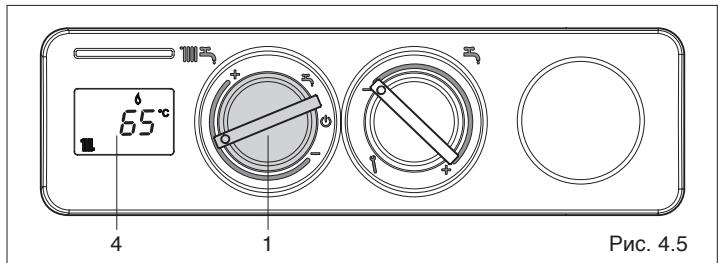
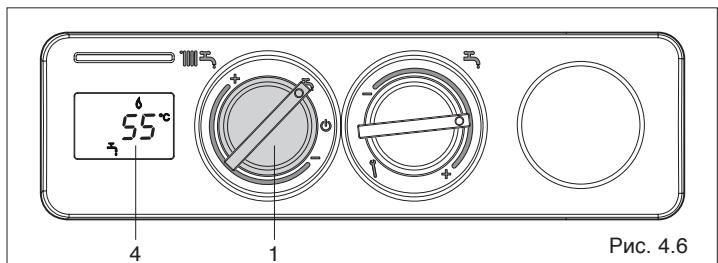

Рис. 4.5
Рис. 4.6
- **Режим «Зима»:** установите переключатель функций (1, Рис. 4.5) внутри зоны, обозначенной знаками + и -, если вы хотите, чтобы котёл работал на отопление и на ГВС. Приоритет будет у функции ГВС. При запросе на нагрев воды в бойлере на дисплее (4, Рис. 4.5) отобразится температура воды в бойлере, значок работы в режиме ГВС и значок пламени . При запросе тепла для контура отопления котёл включится, на дисплее (4, Рис. 4.6) отобразится температура воды в контуре отопления, значок работы в
- **Режим «Лето»:** при повороте переключателя на символ (1, Рис. 4.6) включится летний режим работы котла (только ГВС). Котёл будет находиться в режиме ожидания до тех пор, пока не поступит запрос на нагрев воды в бойлере, тогда горелка разожжётся, а на дисплее (4, Рис. 4.6) отобразится температура воды ГВС, значок работы в режиме ГВС и значок пламени . Котёл будет работать до тех пор, пока не будет достигнута заданная температура. После этого он снова перейдёт в режим ожидания "stand-by".